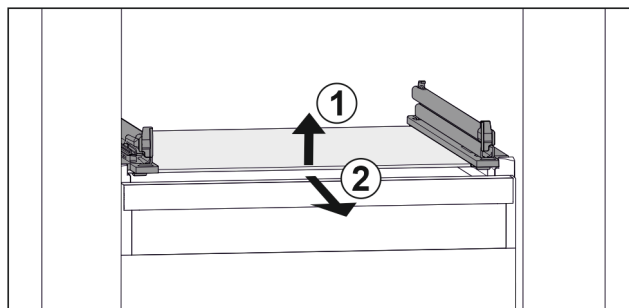

Fig. 47 Representación de la placa de vidrio a modo de ejemplo
- ▶ Levante la placa de vidrio por delante. Fig. 47 (1)
- ▶ Retire la placa de vidrio hacia delante. Fig. 47 (2)